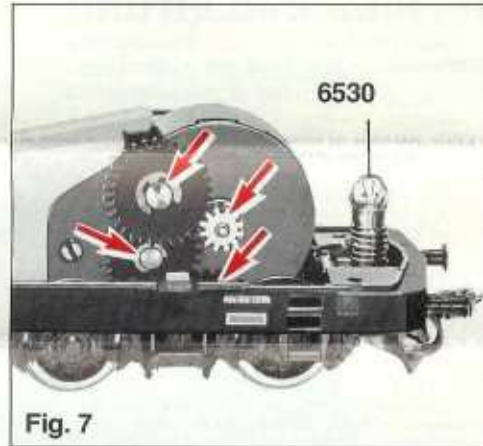

Fig. 7
**Lampenwechsel:** Lampe aus Fassung lösen. Ersatzglühlampe einsetzen (Fig. 7).
**Changing Bulbs:** Remove bulbs from their fittings. Insert new bulbs (fig. 7).
**Remplacement des ampoules:** Dégager l'ampoule et la remplacer par une nouvelle (fig. 7).
**Lampjes verwisselen:** Lampjes uit de fitting losmaken en nieuwe lampjes erin klemmen (fig. 7).
**Lampbyte:** Lossa lampan ur fattningen. Montera ny lampa (fig. 7).
**Cambio lampadine:** Togliere la lampadina dal suo collocamento ed avvitare una lampadina nuova (fig. 7).